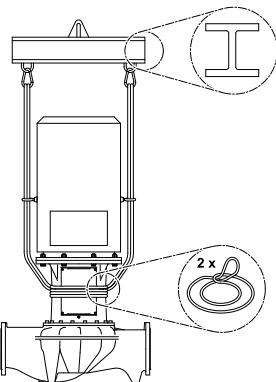

Fig. 32: Розміщення транспортувальних петель (виконання IL)
- Для підіймання за допомогою крана насос потрібно обмотати відповідними ременями, як показано на (Fig. 32/33). Обмотати насос петлями таким чином, щоб вони затягувались під впливом власної ваги насосу.